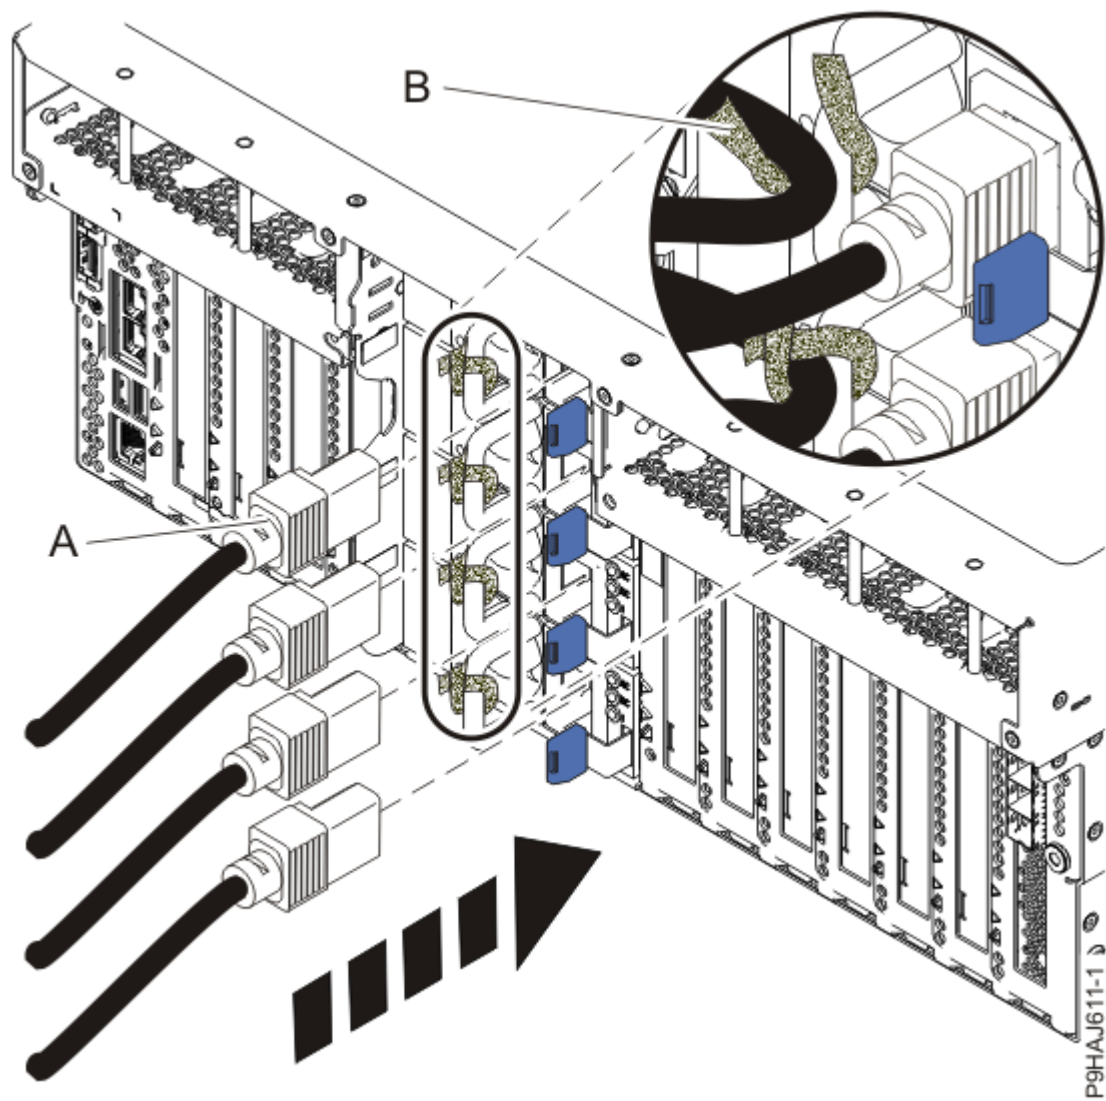
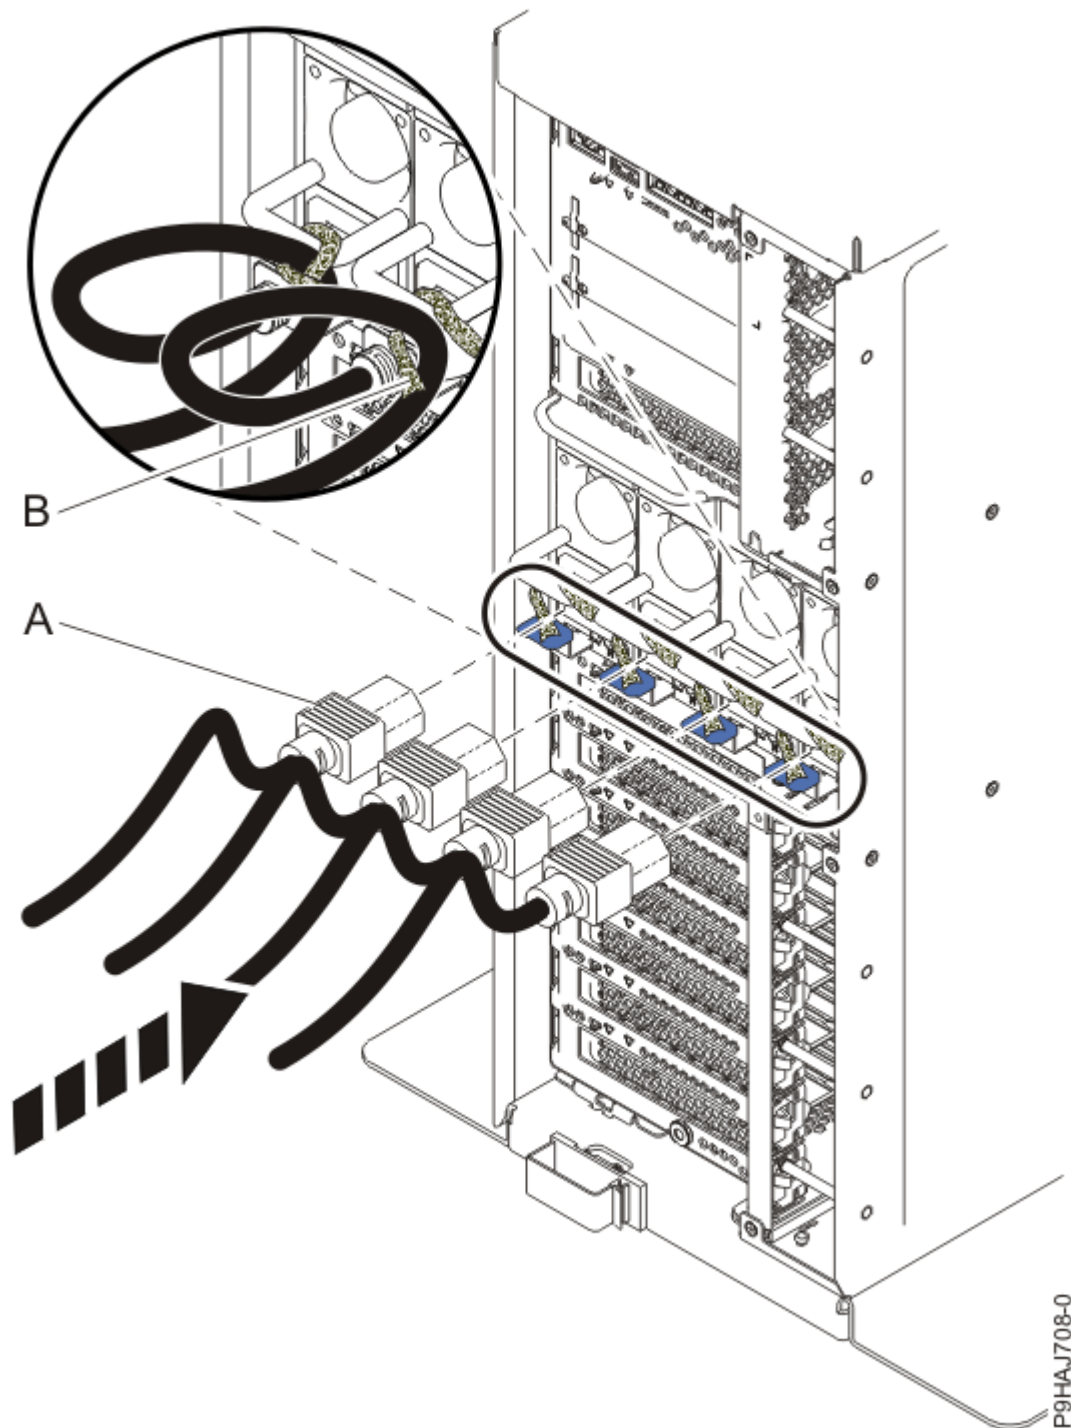

Abbildung 39. Netzkabel an ein Einschubsystem anschließen
Abbildung 40. Netzkabel an ein Standalone-System anschließen
7. Schließen Sie die Netzkabel **(A)** mithilfe Ihrer Beschriftungen wieder an die Systemeinheit an. Befestigen Sie die Netzkabel **(A)** mit den Klettverschlüssen **(B)** am System (siehe Abbildung 39 auf Seite 41 oder Abbildung 40 auf Seite 42).